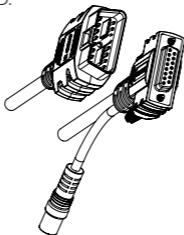

Figura 2.1.4
9. Cavo diagnostico con connettore DB15 femmina e porta OBD-II a 16 pin. (Vedi Figura 2.1.4)